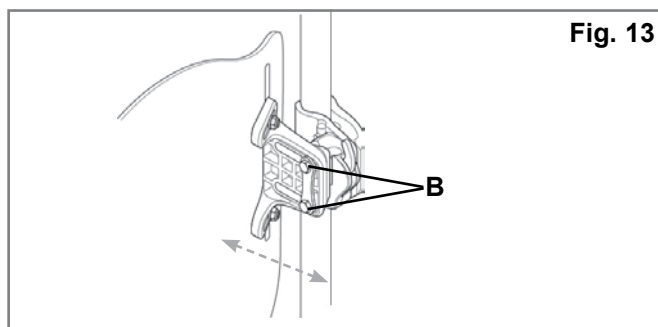

Fig. 13
- För justering av J3 ryggstöds djup och vinkel lossas muttrarna (Fig. 13-B) i spåren.
- Justera djup och/eller vinkel och dra åt ordentligt. Rekommenderat åtdragningsmoment är 100 - 110 in-lbs. (11,3 - 12,4 Nm). Säkerställ att ingen av djupjusteringsmuttrarna (Fig. 13-B) slirar eller vrids.